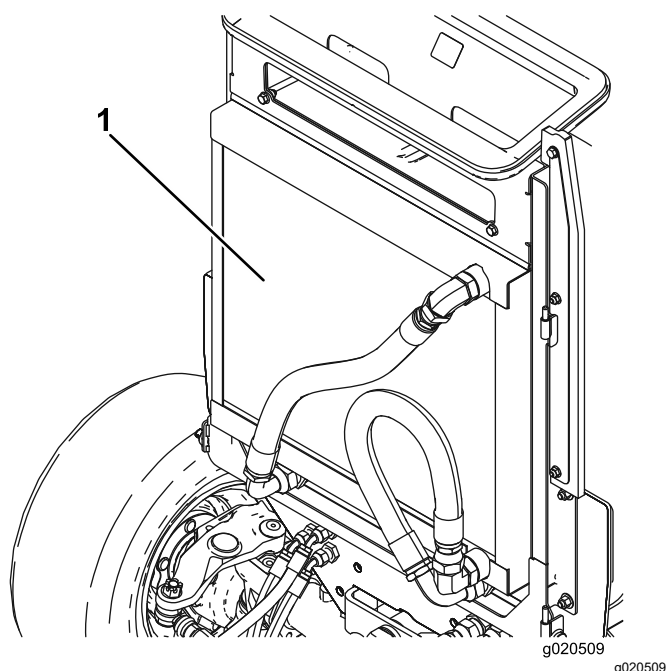

Рисунок 64
3. Тщательно очистите сжатым воздухом обе стороны радиатора и маслоохладителя (Рисунок 64).